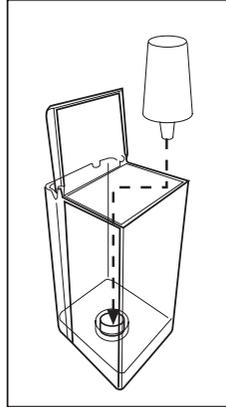

Fig. 21
- Emboîter le filtre dans l'adaptateur (Fig. 21)